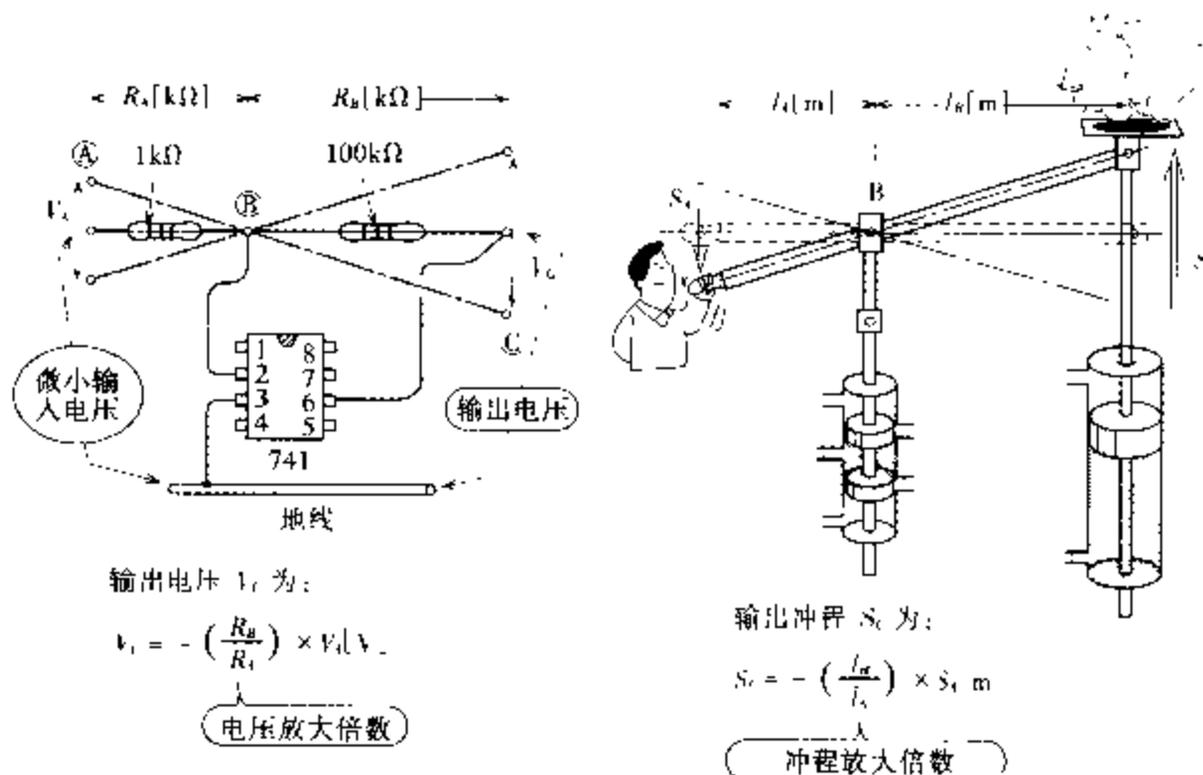

图 1.26 不可思议的杠杆和电阻
同样，在运算放大器的输入端加入微小电压，输出端的电压表会忽然摆动到刻度尽头。但若装上反馈电阻，输入电压将被放大到电阻之比  $R_B/R_A$  倍后在输出端出现。例如，如图 1.26 所示，设  $R_A = 1\text{k}\Omega$ ， $R_B = 100\text{k}\Omega$ ，若在①点加  $0.05\text{V}$ ，③点变成 100 倍，即有  $-5\text{V}$  的电压输出。
如图 1.26 所示，无论是油压装置还是运算放大器情况都一样，即图中电阻的作用与以②点为支点的杠杆的作用相一致。
如图 1.26 所示,油压装置和运算放大器的放大原理为什么会与以Ⓑ为支点的杠杆的原理相一致呢?